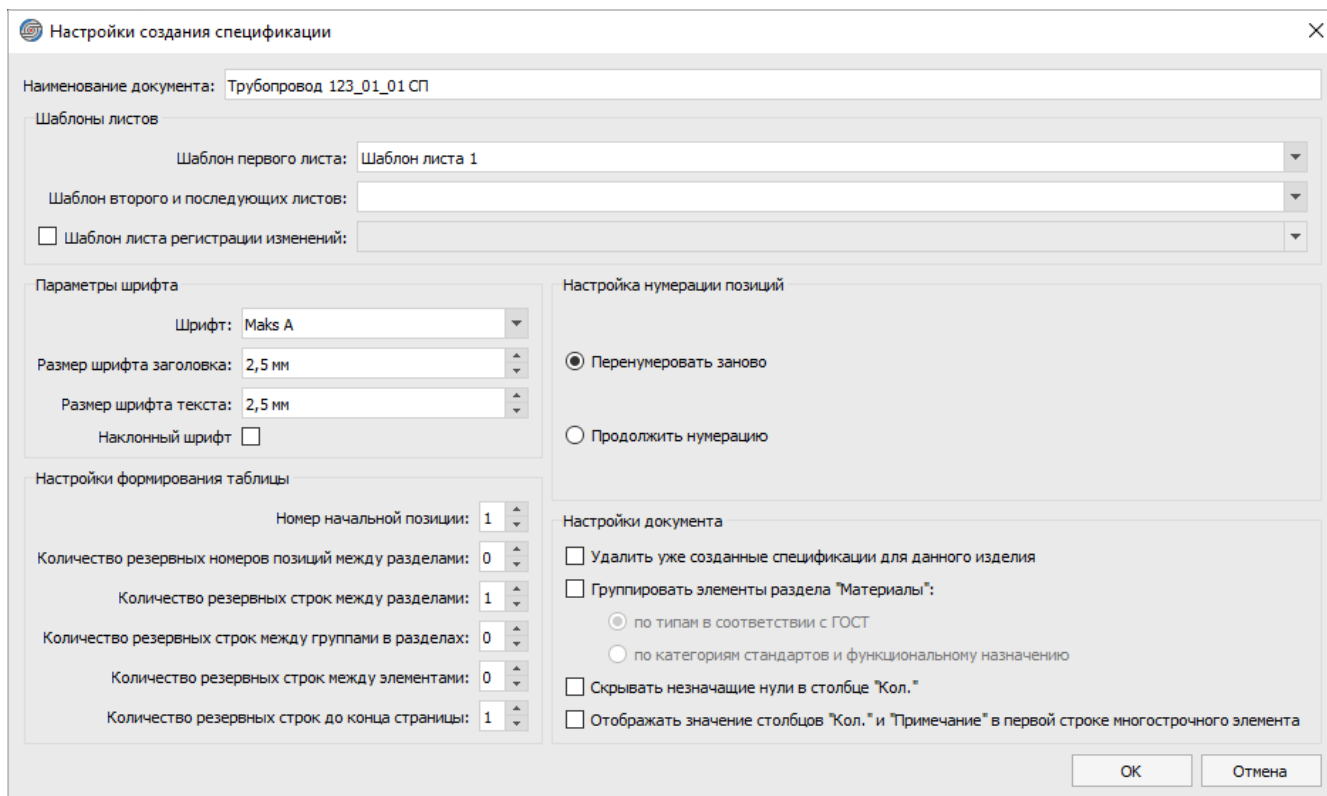

Рисунок 326. Окно «Настройки создания спецификации»
- 3) В окне «Настройки создания спецификации» (см. рисунок 326) указать: